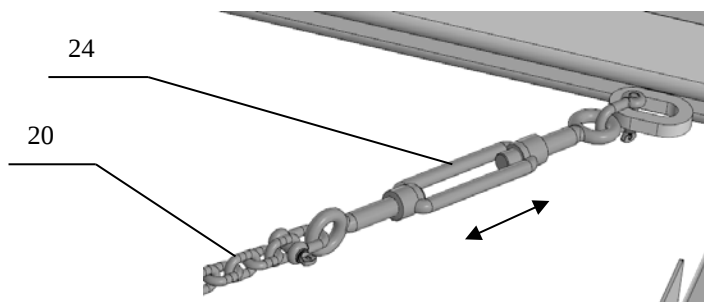

Рис.5 КБМ(Т)-12-4П-Г(Ш)1К-ВС Натяжная цепь.
- 5.1. Перед началом работы проверить техническое состояние узлов и деталей подтянуть ослабленные крепления, заменить сломанные рабочие органы, смазать культиватор согласно п.6.2, отрегулировать рабочие органы, проверить давление в шинах, установить страховочную 19, рис.1в и натяжные цепи 20, рис.1в и рис.5. Натяжку натяжной цепи отрегулировать с помощью талрепа 24, рис. 5.